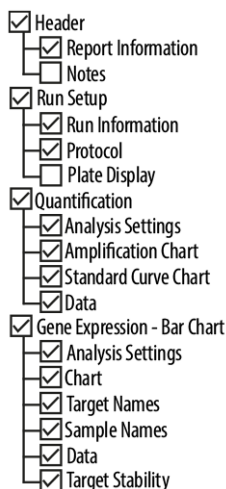

Figura 14: Finestra di dialogo Report (Report)
- Assicurarsi che almeno i contenuti che seguono siano selezionati per la generazione del report nella parte superiore sinistra della finestra di dialogo Report (Report) (vedere figura 14):